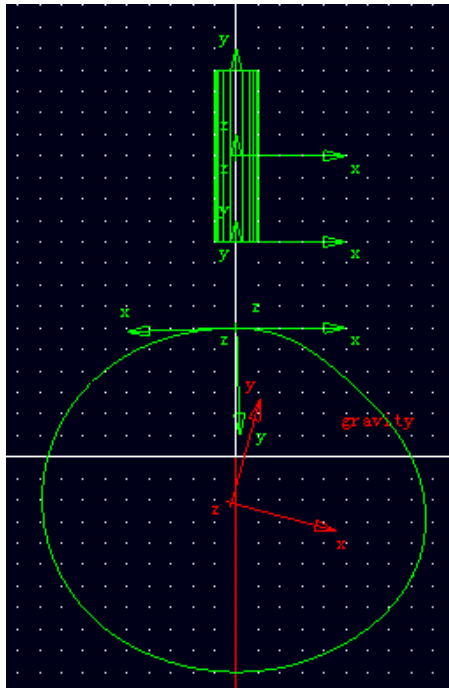

图 5-1 创建圆柱体
5.1 在 **ADAMS/View** 中零件库中选择圆柱体图标，参数选择 **New Part**，其他参数 (**Length**、**Radius**) 可以不选择。在 **ADAMS/View** 工作窗口中用鼠标选择点击坐标  $(0, 100, 0)$  (因为本设计的对象是尖顶直动从动件盘形凸轮机构，根据机械原理，这种机构中从动件和凸轮之间没有偏距，因此，从动件需要创建在凸轮的正上方，并且位置选择要合理，不要太高)，如果选择不准确，可以同时按住 **Ctrl** 键，进行强制选择。然后选择点击坐标  $(0, 180, 0)$  (从动件的长度选择对后面的受力分析有影响，从动件的长度越长，质量越大，对凸轮的压力也越大)，一个圆柱体创建出来，如图 5-1 所示。